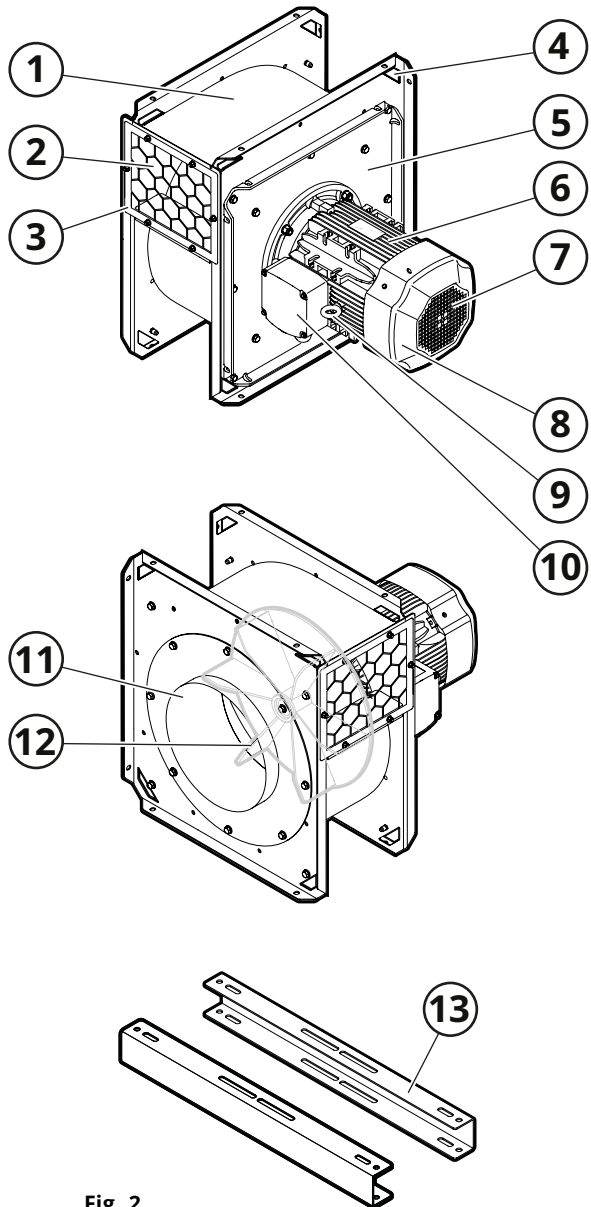

Fig. 2
Consulte la Fig. 2.
El aire se succiona a través de la entrada (11, Fig. 2) hasta el centro de la turbina (12). A continuación, el aire se succiona a través de la turbina y se evacúa en la salida del ventilador (2).